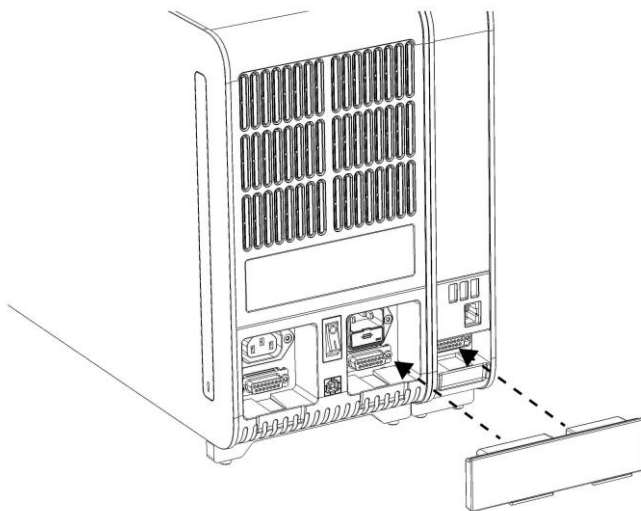

Figura 8. Conectarea punții modul analitic/operational.
5. Conectați puntea modul analitic/operational din spatele QIAstat-Dx Analyzer 1.0 pentru interconectarea modului operational cu cel analitic (Figura 8).